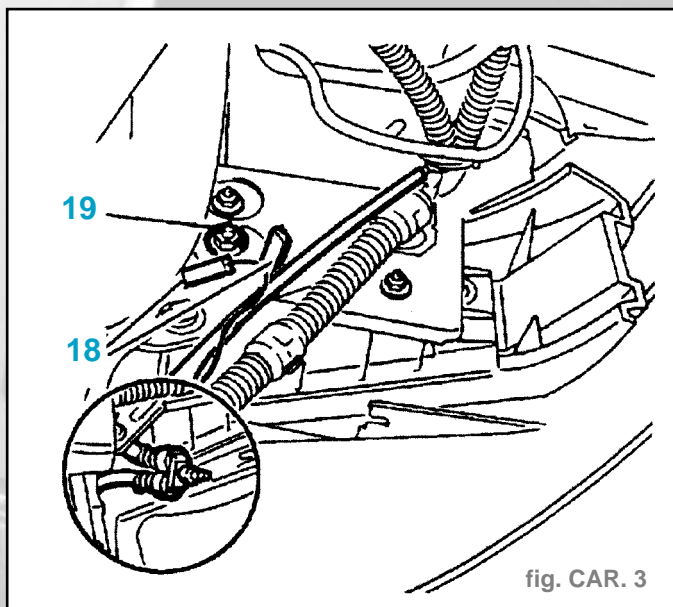

fig. CAR. 3
- Dégrafer les connexions électriques (18) et déposer les fixations (19) (fig. CAR. 3).